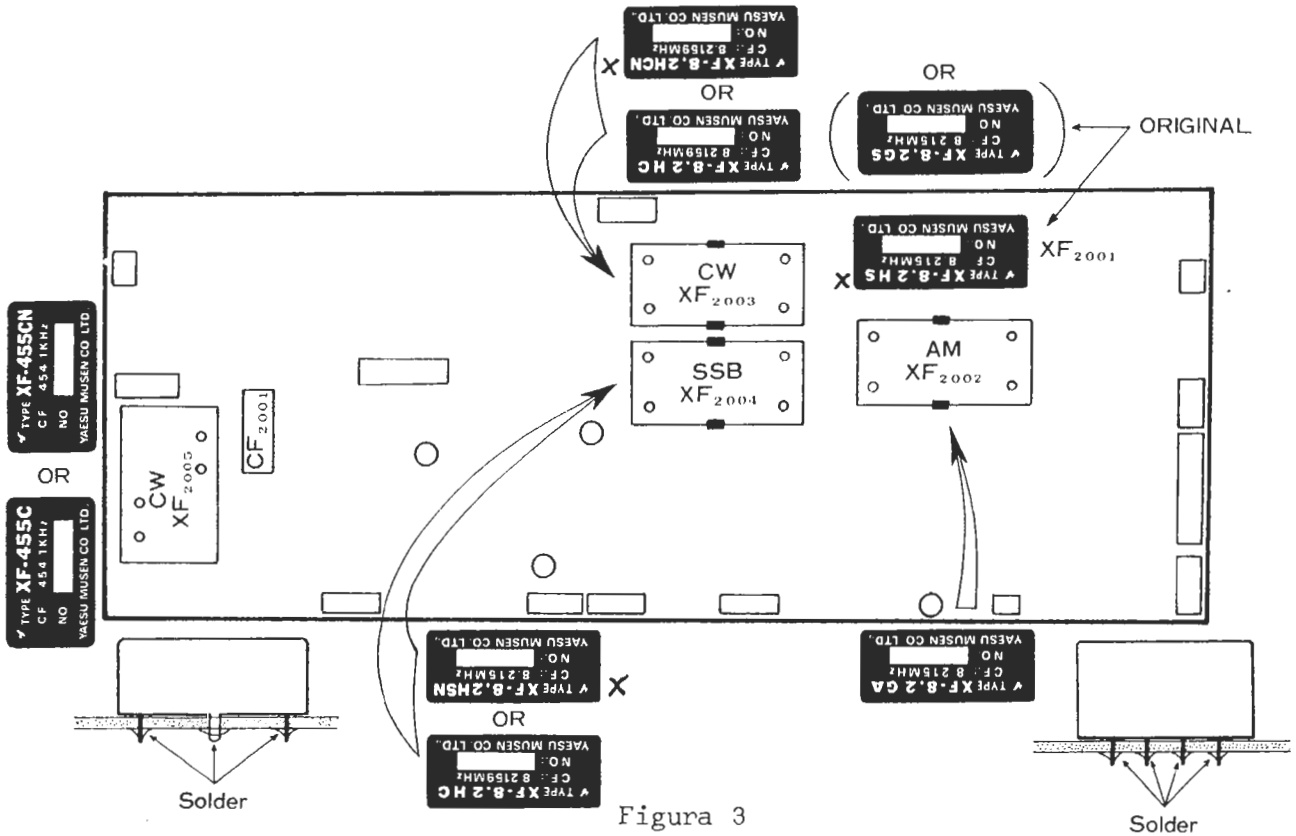
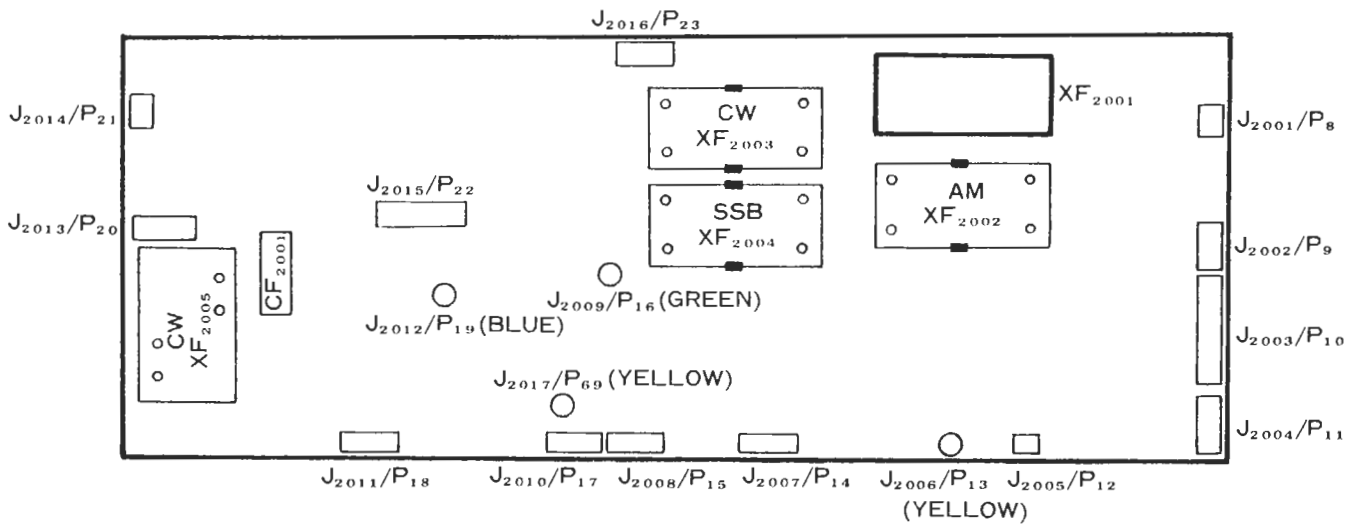

Figura 3
Figura 5
3. Coloque el FT-102 sobre su lado derecho levantando con cuidado un lado de la Unidad IF sobre el que se encuentra la parte soldada del módulo. Si es necesario, desconecte algunos de los conectores de la Unidad y remítase a la Figura 5 para cuando deba volver a instalarlos.
4. Remítase a la Figura 3 e instale los filtros uno por uno por el lado de los componentes del módulo. Suelde cada uno en su lugar (por el lado de la soldadura). Asegúrese de que la posición de los filtros corresponda con la mostrada en la Figura 5.
6. Reconecte todos los conectores removidos en la Unidad IF de acuerdo a la Figura 5 y coloque los seis tornillos que mantienen la Unidad IF en su lugar.